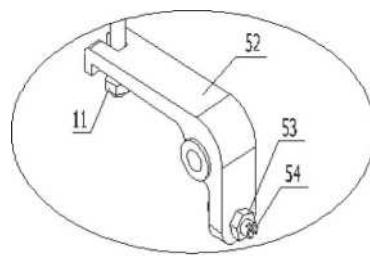

Рис. 4
5.2. Гвинт 53 на Рис. 4 використовується, щоб налаштовувати функціонування візка. Коли вила візки опускаються відразу ж після підйому вантажу, то Вам слід повернути (проти годинникової стрілки) гвинт 53. Потім пробуйте знову до тих пір, поки візок буде піднімати вантаж нормальним. Якщо вила візки не можуть опустити вантаж після підйому, то Вам слід трохи повернути гвинт 53 в зворотному напрямку. Таким чином пробуйте управляти візком знову до тих пір, поки вантаж не буде опускатися нормальним. Зовнішня шестигранна гайка 54 на гвинті 53 виконує фіксуючу функцію в даному вузлі візки. Тому Вам слід відкрутити шестигранну гайку 54 перед налаштуванням стану візка і загвинтити гайку 54 після завершення налаштування.